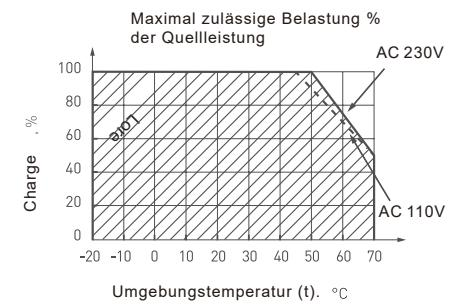

FIG.3. Kapazität der Stromversorgung, abhängig von der Temperatur
- 4.3 Belasten Sie die Stromquelle nicht mit mehr als 80 % ihrer maximalen Leistung. Es ist zu berücksichtigen, dass mit steigenden Umgebungstemperaturen die maximale Leistung des Netzteils abnimmt (siehe Abb. 3).